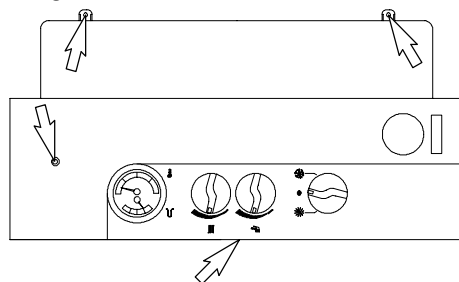

fig. 6.2
- 8 Svitare le viti del pannello comandi indicate in fig. 6.2 e rimuovere il frontale.